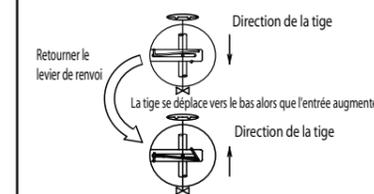

Fig.5 Utilisation de la position pour le levier de renvoi
- Pour déplacer la tige vers le bas au moment où le courant d'entrée augmente (action normale), fixez-la dans la position où le ressort de serrage atteint le côté supérieur du métal de connexion, comme indiqué dans la Fig 5. Pour déplacer la tige vers le haut (action inverse), retournez le levier de renvoi et fixez-le dans la position où le ressort de serrage atteint le côté inférieur du métal de connexion.
Pour fixer le positionneur IP6000 (modèle à levier) sur l'actionneur, la tige et le levier doivent être réglés en angles droits lorsque le signal d'entrée équivaut à 50% (Fig.5).